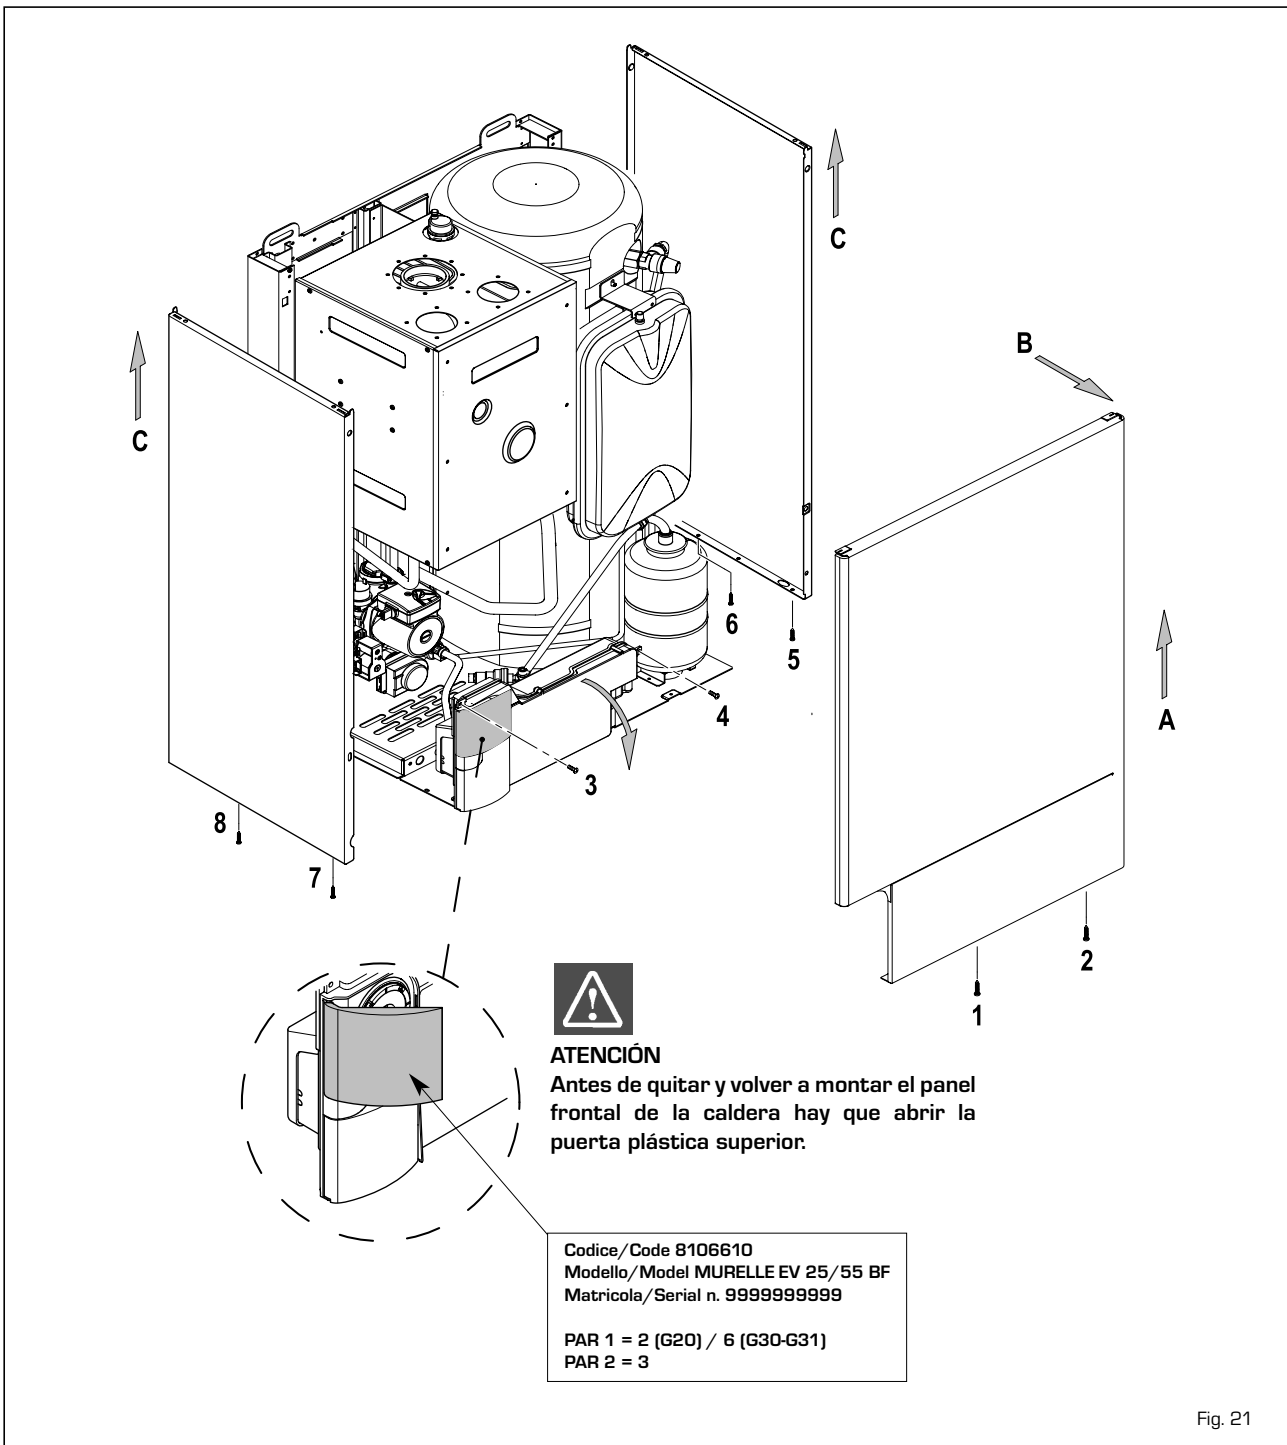

Fig. 21
**En las versiones "BF" desconecte el tubo de la toma VENT de la válvula (5 fig. 21).**
- Quitar la capucha (1) del modulador.
- Regular la presión máxima accionando sobre la tuerca (3) con una llave fija buscando el valor de la presión máxima indicada en la **Tabla 4**.
- Mantener bloqueada la tuerca (3) y girar
Para un fácil mantenimiento de la caldera es posible desmontar completamente el blindaje como se indica en fig. 21. Girar el panel de mandos hacia delante para acceder a los componentes internos de la caldera.